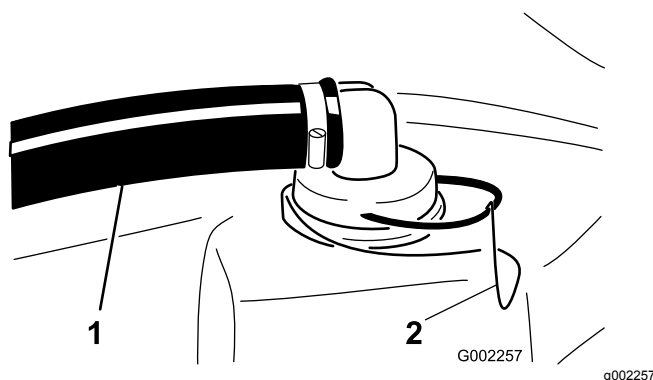

Figura 48
2. Retire el dispositivo de sujeción del dispositivo rojo sujeto a la manguera grande en la parte superior del depósito (Figura 48).
3. Desconecte la manguera del depósito (Figura 48).